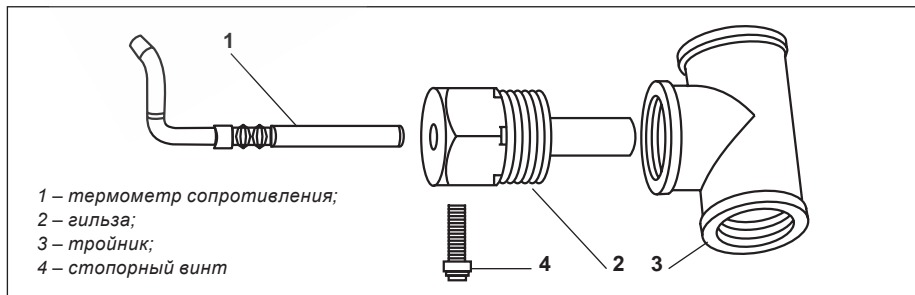

Рисунок 22. Вариант установки ИПТ в тройник
- монтаж осуществляется в тройник с использованием гильзы (рисунок 22);
Первый способ: термометр сопротивления устанавливается в гильзу, вкручиваемую в стандартный тройник, рисунок 22.